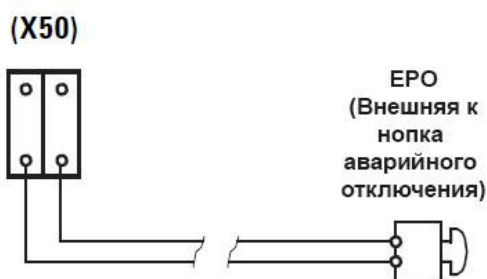

Рисунок 3.5 Внешняя кнопка аварийного отключения (EPO)
3.8.4 Кнопка (EPO) (рисунок 3.5) должна быть нормально закрытой (NC), поэтому аварийное отключение будет срабатывать при размыкании цепи между этими клеммами (X50).